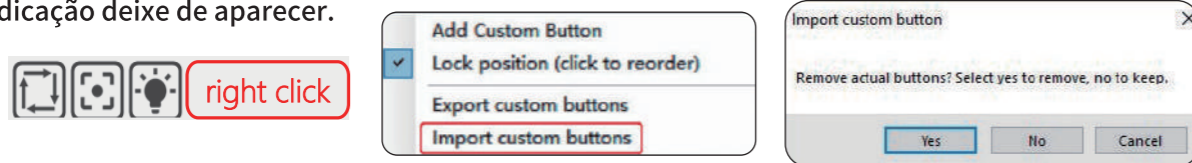

Figura 4 Botão Importar personalizado
A seguir, queremos importar o botão personalizado para o LaserGRBL. Abra o programa LaserGRBL, clique com o botão direito do rato na área em branco junto ao botão na parte inferior (conforme indicado na Figura 4), selecione "Importar botão personalizado" e selecione o ficheiro comprimido do botão personalizado descarregado anteriormente para importar e continue a clicar "Sim (Y)" até que a caixa de indicação deixe de aparecer.